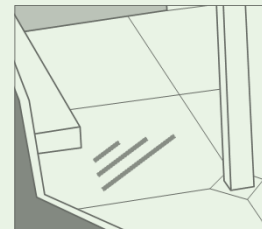

Figure 1C -
- > les intersections en « T » doivent être évitées, car une fissuration aléatoire traverse fréquemment la dalle suivante (figure 1C).